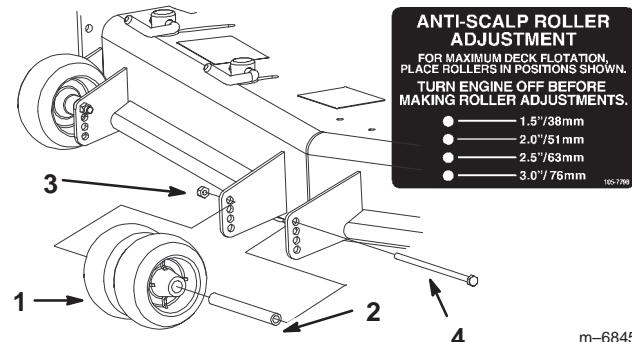

Figure 19
3. Remarque : Les deux galets centraux ne sont pas munis d'entretoise (Fig. 19).